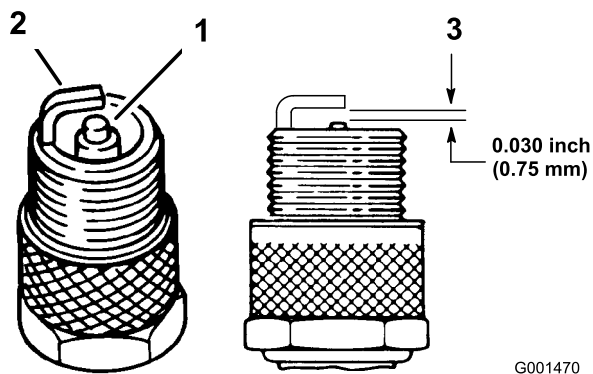

Figura 32
1. Mire la parte central de las bujías (Figura 32). Si se observa un color gris o marrón claro en el aislante, el motor está funcionando correctamente. Si el aislante aparece de color negro, significa que el limpiador de aire está sucio.
3. Compruebe la separación entre los electrodos central y lateral (Figura 32). Si la distancia no es correcta, doble el electrodo lateral (Figura 32).